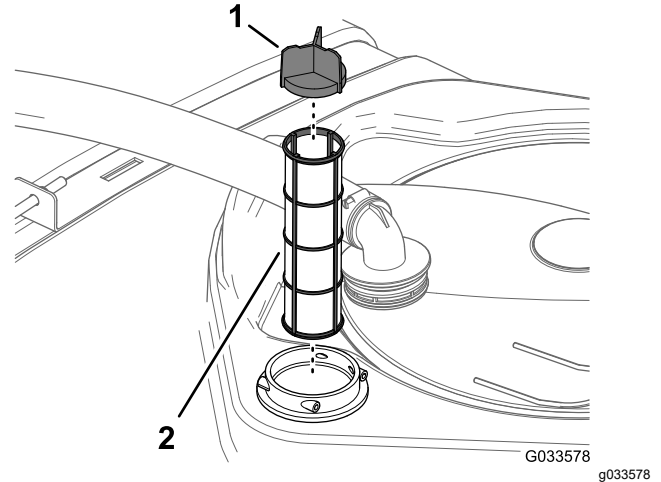

Figura 147
4. Retire el filtro de aspiración usado del alojamiento del filtro del depósito (Figura 147).